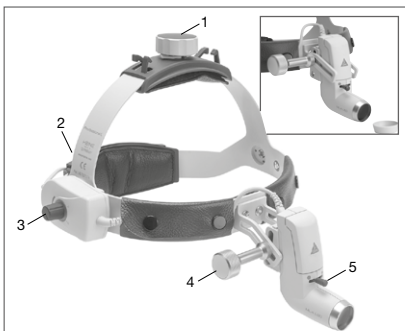

Bild 2 Pannband Professional L
Anpassning av **pannbandet Professional L** (se bild 2): För anpassning till huvudets omkrets kan pannbandet göras större eller mindre genom att vrida på vridhjulen upptills (1) och baktills (2).
Val av synvinkel och synfält (bild 2)